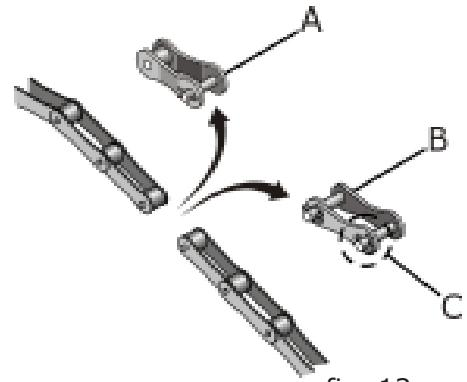

fig. 12
As correntes de transmissão saem de fábrica pré-ajustadas de acordo com a distância entre eixos das rodas dentadas. Eventualmente se for necessário alguma manutenção ou reparo de emendas (B) ou reduções (A), retire o contrapino (C) (fig. 12), fazendo a retirada do número de emendas, reduções ou elos avulsos.